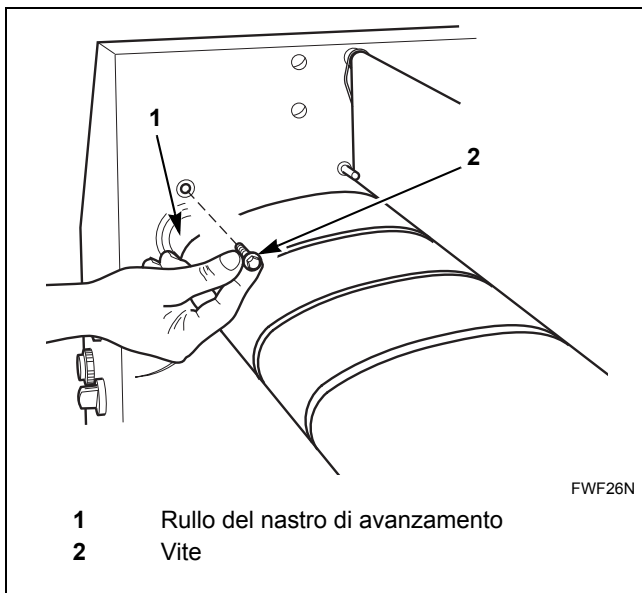

Figura 27
6. Sbloccare il rullo del nastro di avanzamento rimuovendo le viti dall'interno del pannello laterale sinistro. Reggere il rullo in posizione e controllare la direzione di montaggio del cuscinetto. Consultare la *Figura 27*.